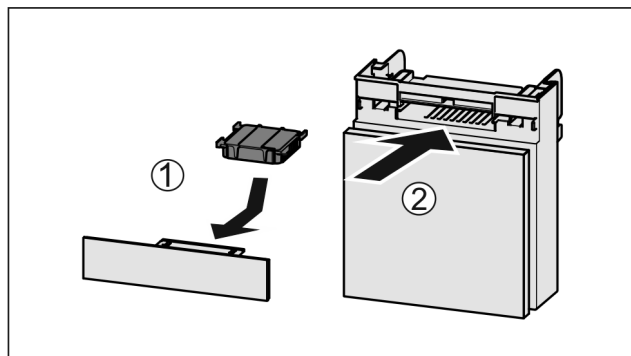

Fig. 44
- ▶ Introduceți Fig. 44 (1) filtrul de cărbune activ după cum se vede în figură.
- ▶ Împingeți Fig. 44 (2) compartimentul în interior.